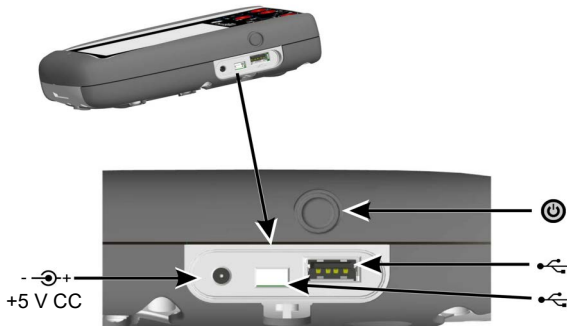

Figura 2: Vista lateral
1. Conecte la fuente de alimentación CC/cargador de batería a la conexión +5 V_{CC} del lateral de la unidad (consulte la Figura 2, Vista lateral).
2. La batería también se puede cargar a través de las conexiones USB (consulte la Figura 2, Vista lateral).
Con la unidad apagada, pulse el botón de encendido (consulte la Figura 2, Vista lateral) hasta que aparezca el tablero.